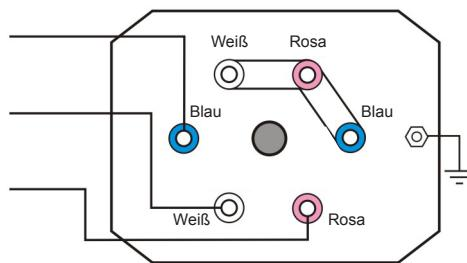
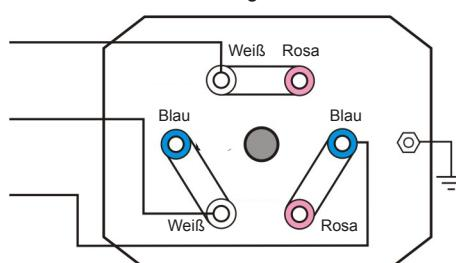

Abbildung 4
Abbildung 5
- Das Heizgerät ist bei der Lieferung für 400 V 3-phasisch vorbereitet, siehe Abbildung 4 + Schaltplan Seite 7, kann aber auf 230 V 3-phasisch umgestellt werden, siehe Abbildung 5 + Schaltplan Seite 8 (gilt für alle Varianten außer 72 kW).
- An Schützen ankommende Kabel müssen gemäß Tabelle für aktuelle Betriebsspannung abgesichert sein, siehe Abbildung 4 oder 5.
Das Heizgerät ist bei der Lieferung mit einem Typenschild für 400 V 3-phasisig versehen und entsprechend vorbereitet (siehe Abbildung 4), es kann aber auf 230 V 3-phasisig umgestellt werden.
An Schützen ankommende Kabel müssen dann gemäß obiger Tabelle abgesichert sein, siehe Abbildung 5 + Schaltplan.